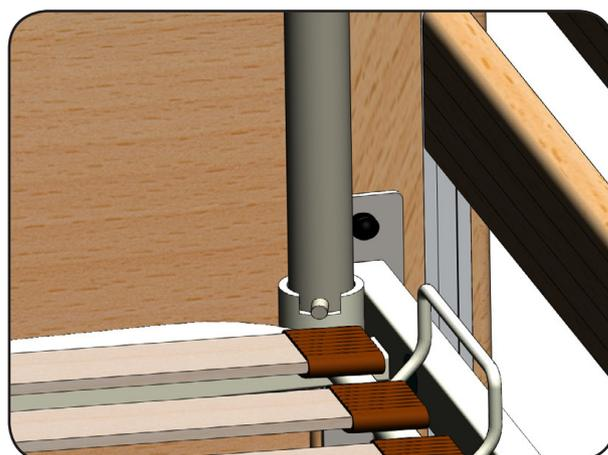

Abb. 6.5.02 - kopfseitige Aufnahme für Aufrichter
2. Stecken Sie den Aufrichter wahlweise links oder rechts in eine der kopfseitigen Aufnahmen ein (Abbildung 6.5.02). Achten Sie darauf, dass der Bolzen des Aufrichters vollständig in der Ausklinkung der Aufrichteraufnahme steckt.